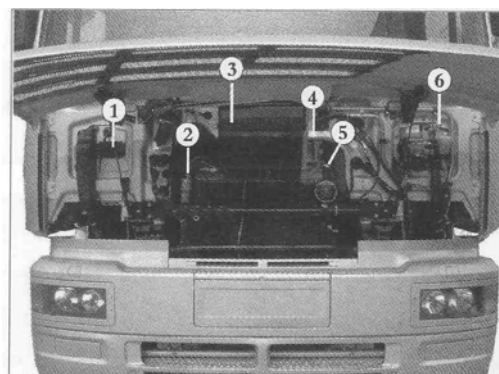

Рис.34
**Подготовка к движению (рис. 34).**